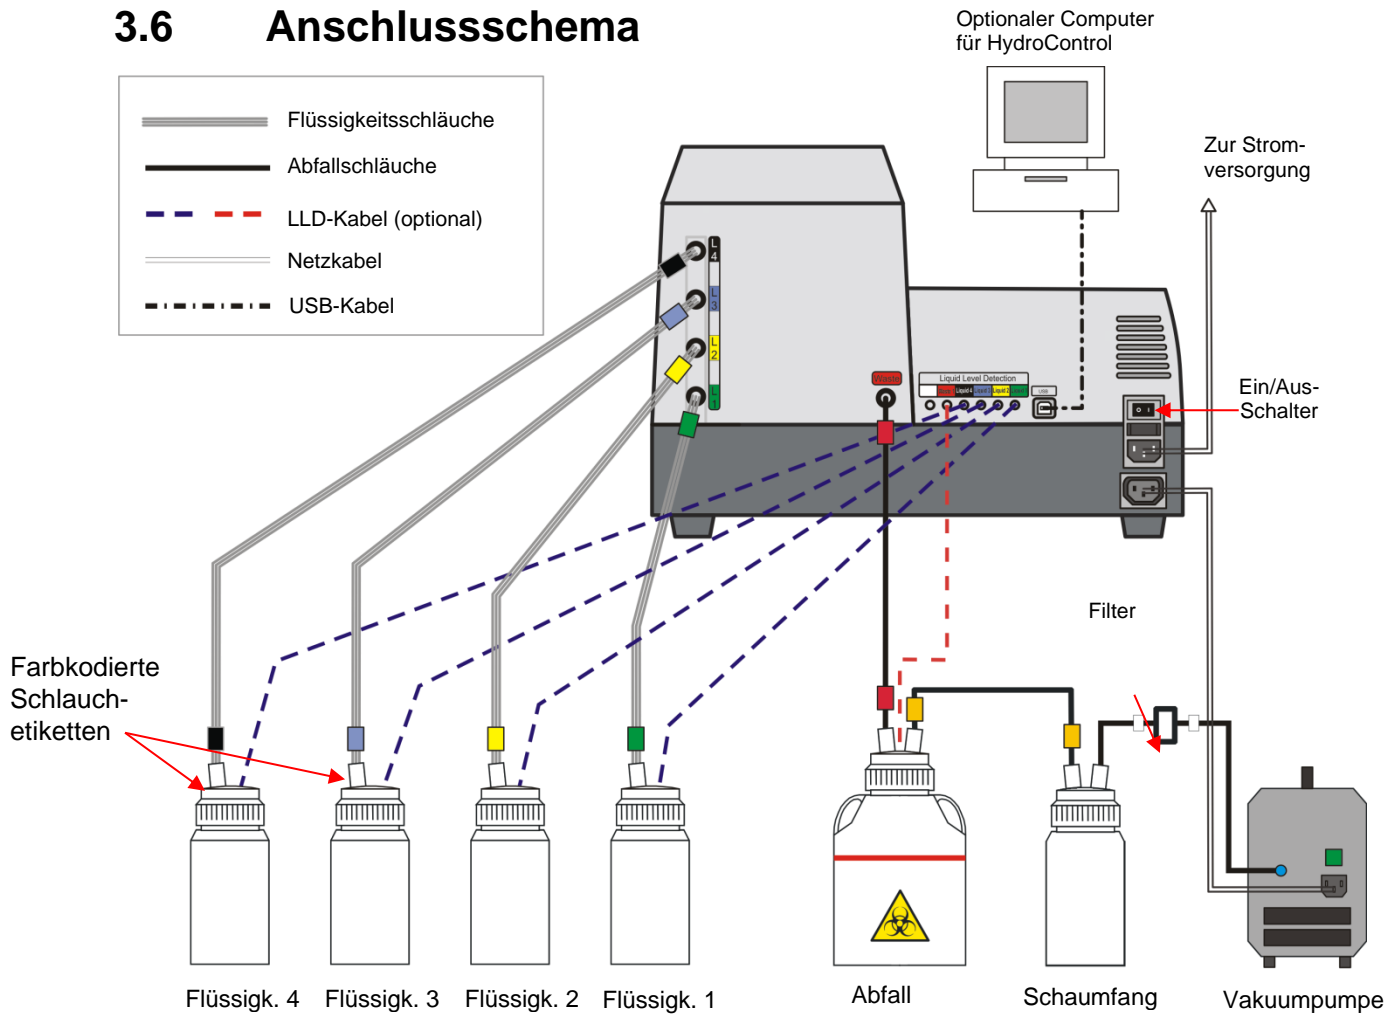

Abb. 2 Anschlussschema
6. Schließen Sie die Abfallflasche mit dem dafür vorgesehenen farbkodierten Schlauch an den Schaumfang an (siehe Abb. 2 Anschlussschema).
7. Schließen Sie den Schaumfang anhand des Schlauchs mit integriertem Filter an die Vakuumpumpe an (siehe Abb. 2 Anschlussschema).